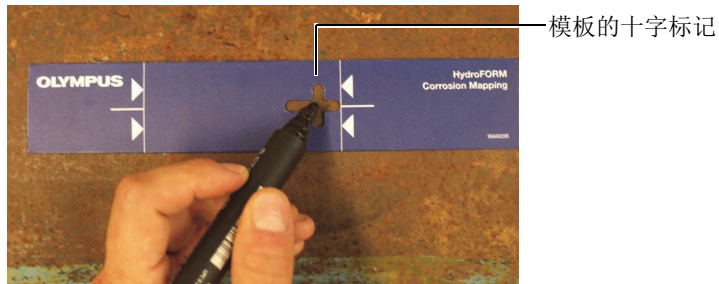

图 2-16 标出正向
4. 使用一支钢笔，标出原点的正向（参见第 36 页的图 2-16）。